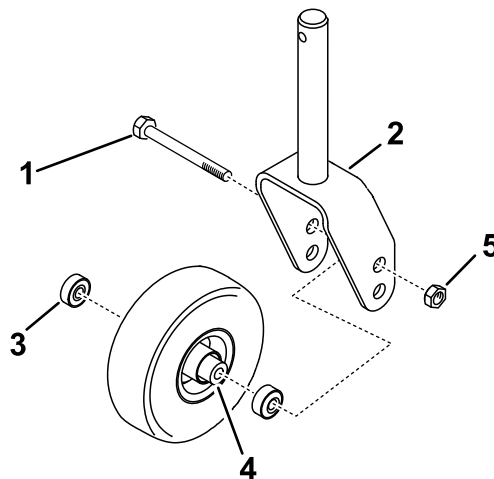

図 32
2. キャスタホイール・アセンブリをキャストフォークに保持しているボルトからロックナットを外す 図 32。キャストホイールをしっかりと握り、ボルトをフォークまたはピボットアームから抜き取る。
3. ホイールのハブからベアリングを外して、ベアリングスペーサを床に落とす 図 32。ホイールハブの反対側にあるベアリングを取る。